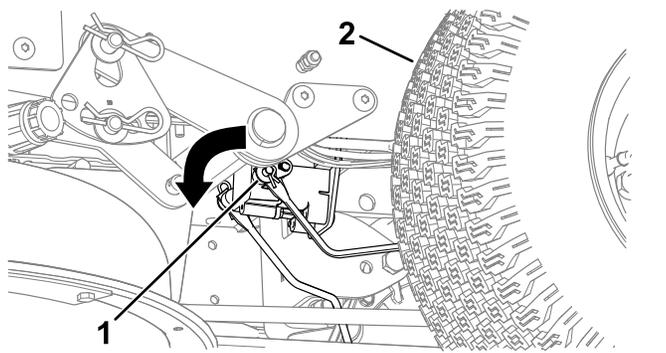

Figure 48
3. Localisez l'arbre sur le frein électrique au point de connexion des bras de liaison (Figure 48).
4. Tournez l'arbre pour desserrer le frein (Figure 48).